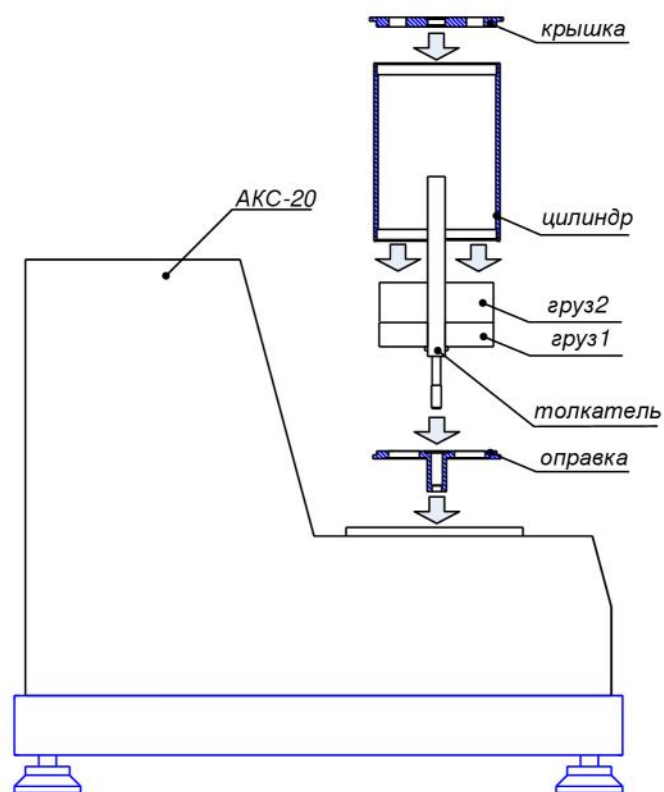

Рисунок 16 – Установка груза 2 на груз 1
- 10) установите Груз 2 сверху на Груз 1 (см. рисунок 16, страница 21);
- 11) установите Груз 2 сверху на Груз 1 (см. рисунок 16, страница 21);